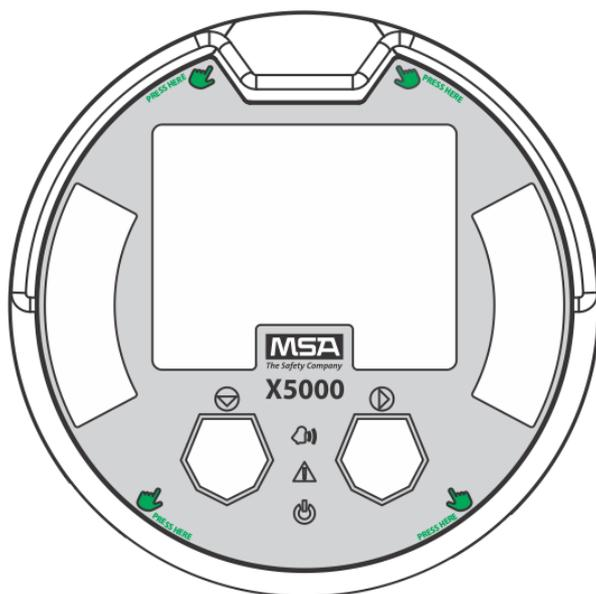

Abb. 14 Hervorgehobene Bereiche zeigen die Druckpunkte beim Austauschen eines Leiterplattenstapels
- (5) Vergewissern Sie sich, dass der Sensoranschluss fest auf der Anschlussplatte sitzt.
- (6) Schließen Sie die Erdung des Sensors an eine der Erdungsschrauben im Gehäuse der ULTIMA X5000 an.
- (7) Die Beine des Leiterplattenstapels wieder in die vier Vertiefungen im Gehäuse einsetzen. An den angegebenen Stellen fest auf den Leiterplattenstapel drücken (siehe Abb. 14).